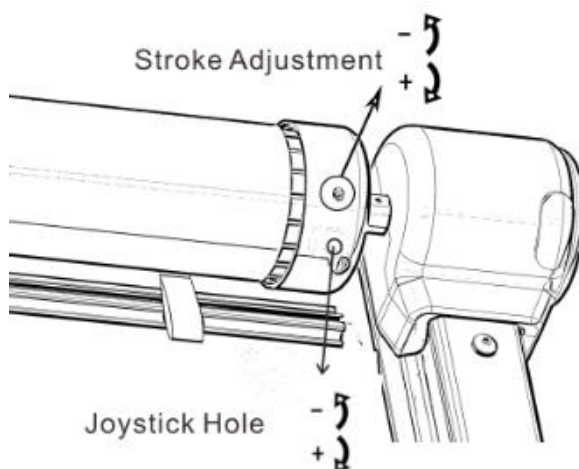

Figure C32
3.13.3 Si la course d'ouverture du store est trop grande ou trop petite, vous pouvez utiliser le capuchon décoratif sur le couvercle d'extrémité du moteur pour ajuster finement le trou de réglage A avec une clé Allen afin d'augmenter ou de diminuer la course d'ouverture (Figure C32).